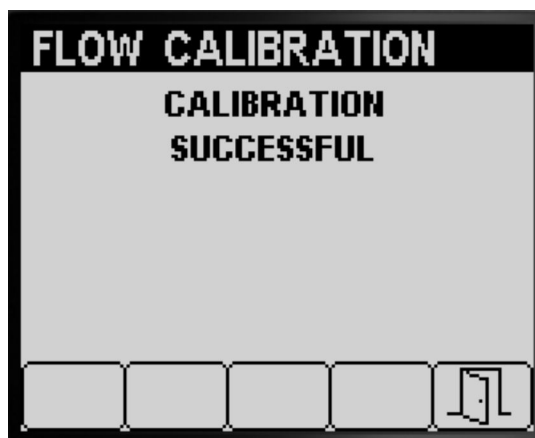
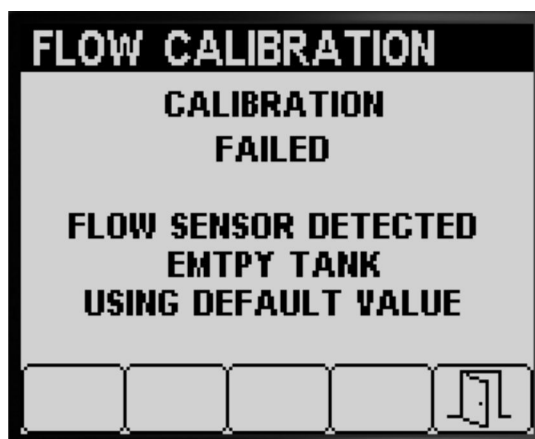

図 55
図 56
- キャリブレーションが成功しましたというメッセージ **図 55**。
- キャリブレーションに失敗しましたというメッセージ **図 56**。
3. ボタン 5 を押して速度のキャリブレーション画面終了する図 55、図 56 および図 57。